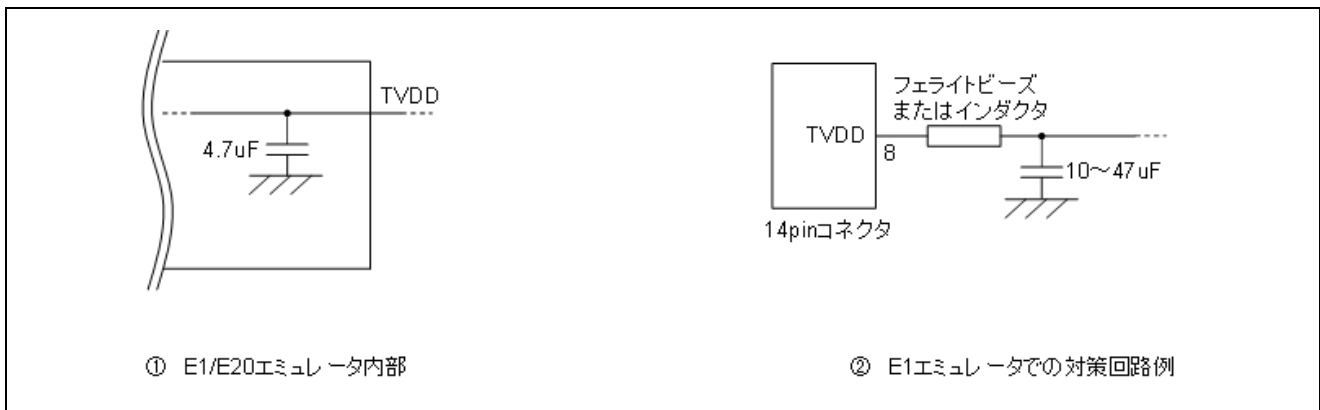

図 2-9 ホットプラグイン向け対策回路
ホットプラグイン接続を行う可能性がある場合には、下記のような回路構成にしておく必要があります。図 2-9 ①のように E1 エミュレータの 8 番ピンには、エミュレータ内部で 4.7 μ F のコンデンサが付いているため、ホットプラグイン接続を行う場合はユーザシステム上の電源電圧が一瞬低下する場合があります。この電圧降下により MCU リセットが発生する可能性があります。図 2-9 ②に示すように、エミュレータ接続コネクタの TVDD ラインの直近にフェライトビーズ(またはインダクタ)と低 ESR で大きめのコンデンサを付けることで症状を軽減することができますが、本対策は、電圧降下を完全に改善するものではありません。なお、ホットプラグイン接続はデバッグ時のみ有効な機能であり、本機能を使用する場合は、別売のホットプラグインアダプタが必要です。